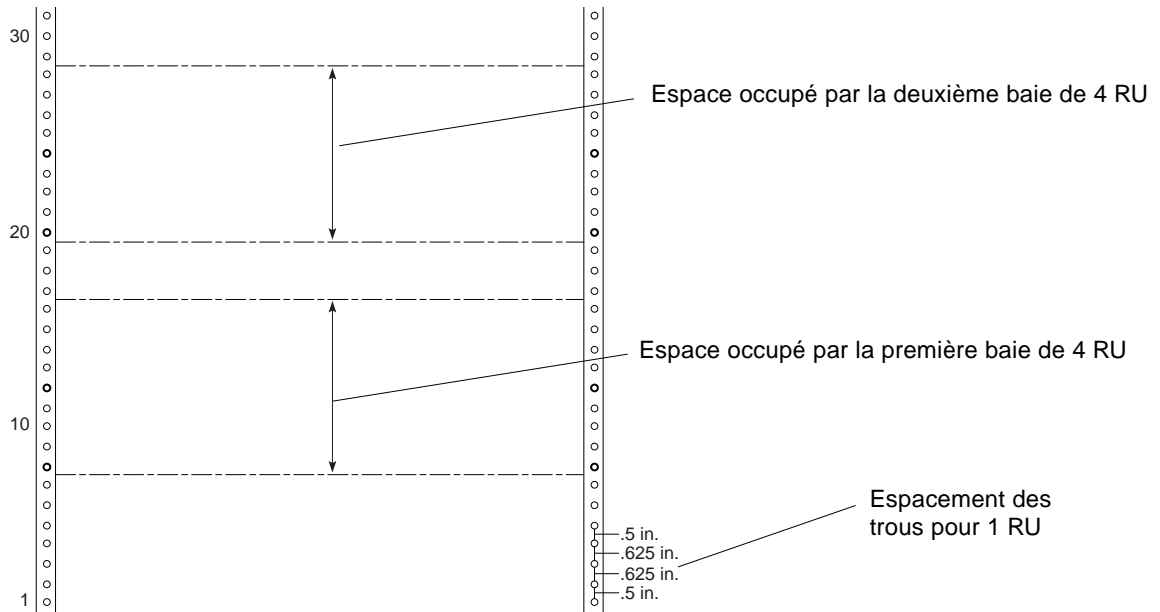

FIGURE 1 Numérotation et espacement des trous de l'armoire et unités rack
L'espace vertical est exprimé en unités rack (RU). Les baies de disques Sun StorEdge D2 ont une hauteur de 4 RU. Une RU est égale à 4,44 cm (1.75"), qui correspond à la somme des distances entre les trous d'une série répétée : 1,27 cm (.5") + 1,59 cm (.625") + 1,59 cm (.625"). Une RU est mesurée au centre des trous espacés de 1,27 cm (.5") situés aux deux extrémités de la série. L'espacement des trous pour une RU est illustré en bas à droite de la FIGURE 1.
Les trous sont numérotés de bas en haut par incréments de 10 en commençant par 1 (comme le montre la FIGURE 1). Les rails de montage à l'avant, à l'arrière et des deux côtés de l'armoire ont tous le même nombre de trous. De plus, comme le montre la FIGURE 1, les baies de disques doivent être installées les unes au-dessus des autres, en commençant par celle du bas.
Numéros correspondant à l'ordre d'installation des baies de disques. L'installation doit être effectuée du bas vers le haut (comme illustrée sur la FIGURE 1), la baie n° 1 étant la première, la 2 la seconde, et ainsi de suite.